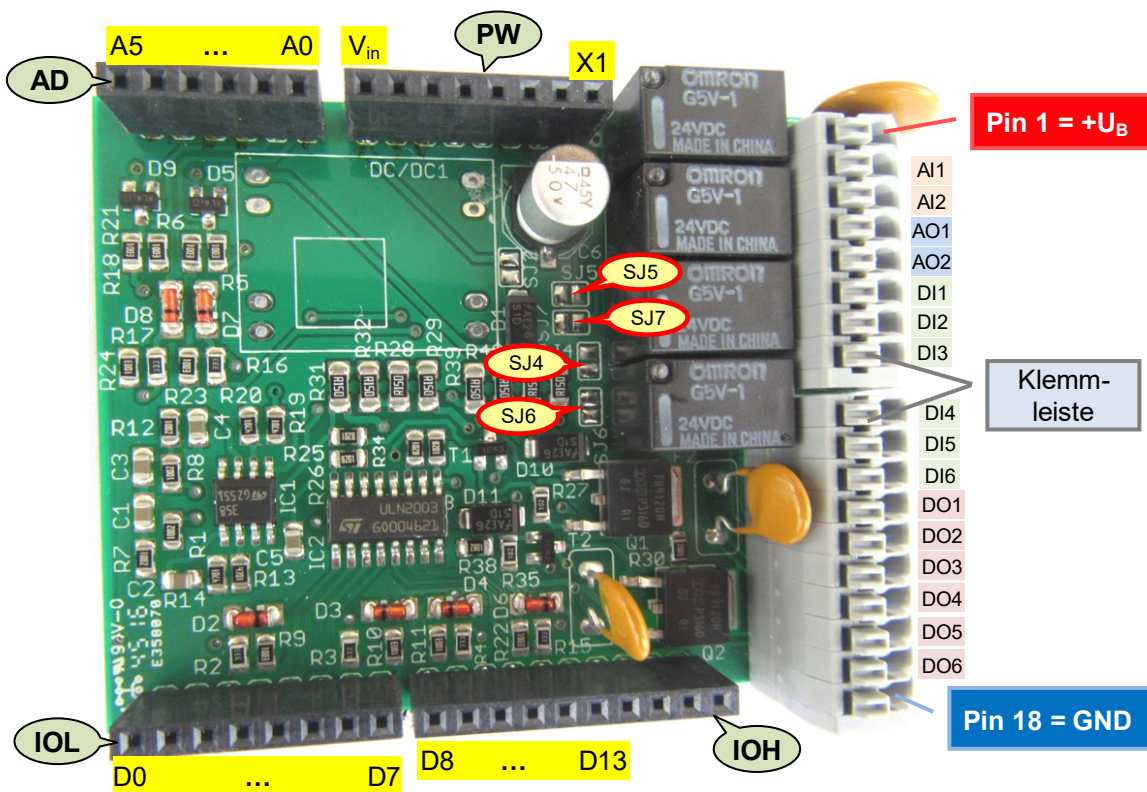
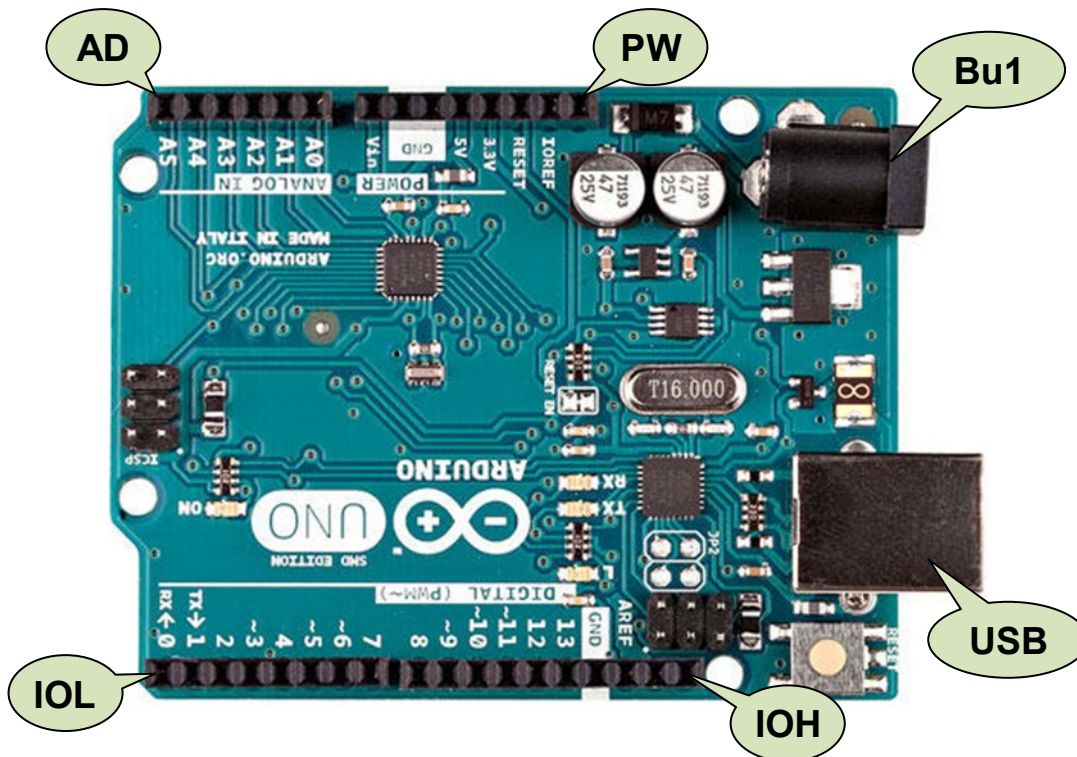

Abbildung 1: Blick von oben auf die Bestückungsseite des *IKHDS – Power Shield Arduino*, Rev. 1.1
Abbildung 4: Arduino UNO mit Mikrocontroller ATmega328 (Quelle: <http://www.arduino.org>)
Alle Ein- und Ausgangs-Pins der Buchsenleisten IOL, IOH, AD und PW des *Arduino* –Boards (siehe Abbildung 1 und Abbildung 4) sind durch das *IKHDS – Power Shield Arduino* belegt und können im Sketch des Anwenders nicht mehr anderweitig verwendet werden!
- Die Klemmleiste des *IKHDS – Power Shield Arduino* hat sechs digitale Eingänge DI1 ... DI6 (siehe Abbildung 1). Eine an einen dieser Eingänge angelegte Spannung im Bereich $0 \dots +24\text{ V}$ wird in ein Logiksignal im Bereich $0 \dots +5\text{ V}$ umgesetzt, das der Mikrocontroller auf dem Arduino Board verarbeiten kann.
- Das *IKHDS – Power Shield Arduino* verfügt zur Messung analoger Gleichspannungen im Bereich 0 ... +10 V über zwei Eingänge AI1 und AI2 auf seiner Klemmleiste (siehe Abbildung 1). Auf dem *Power Shield* werden diese Spannungen in den Bereich 0 ... +5 V umgesetzt, den der ADC (Analog / Digital – Converter) des Mikrocontrollers auf dem Arduino Board verarbeiten kann. Die Analog / Digital – Wandlung selbst wird nicht durch das Shield, sondern durch den Mikrocontroller des Arduinos durchgeführt (siehe Abschnitt 9).
- Das *IKHDS – Power Shield Arduino* kann an seinem Ausgang AO1 auf der Klemmleiste des Shields (siehe Abbildung 1) eine analoge Gleichspannung im Bereich 0 ... +10 V ausgeben. Das *IKHDS – Power Shield Arduino* erzeugt diese Gleichspannung durch Tiefpassfilterung eines PWM-Signals, das der Mikrocontroller auf dem Arduino Board erzeugt (siehe Abschnitt 10). Das PWM-Signal muss eine genügend hohe Frequenz ($f_{\text{PWM}} \geq 10 \text{ kHz}$) aufweisen, um eine gute Glättung mit einer geringen Restwelligkeit der Ausgangsgleichspannung durch das Tiefpassfilter sicherzustellen.
Abbildung 1 zeigt das *IKHDS – Power Shield Arduino* von oben auf die Bauteileseite gesehen.
- Das *IKHDS – Power Shield Arduino* ist geeignet zur Verwendung mit den weitverbreiteten Mikrocontroller – Boards *Arduino UNO* (siehe Abbildung 4) oder *Arduino MEGA* (siehe Abbildung 2), die mit einer Betriebsspannung von $V_{\text{cc}} = +5 \text{ V}$ betrieben werden.
- Das IKHDS – Power Shield Arduino muss an Anschlusspin 1 der Klemmleiste mit einer externen Betriebsspannung U_B von +24 V versorgt werden. Die Masse der Betriebsspannung (GND, 0 V) wird an Pin 18 der Klemmleiste angeschlossen (Abbildung 1).
- Die Zuführung der Betriebsspannung des Arduino – Boards kann wahlweise über seine USB – Buchse (rechts unten in Abbildung 4) oder durch das Einspeisen einer externen Gleichspannung $U_{EXT} = +9 \dots +12 \text{ V}$, über die Buchse Bu1 (rechts oben in Abbildung 4) erfolgen.
Die Bezeichner DI1 ... DI6, D01 ... D06, AI1 und AI2 sowie A01 für die Anschlüsse der Klemmleiste des Shields (Abbildung 1) sind in dem Header-File *PowerShieldArduino.h* der Library definiert und müssen vom Anwender in seinem Arduino Sketch für die Zugriffe auf die Ein- / Ausgänge des Shields verwendet werden.